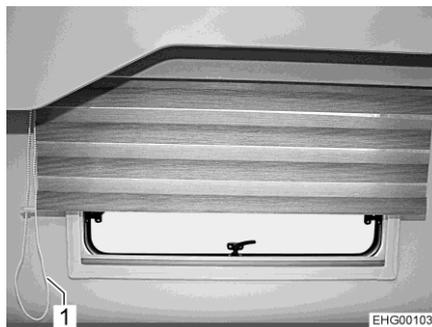

Bild 107 Vario-Rollo, Heckbereich
- An dem Strang der Ziehkette (Bild 107,1) ziehen, bis das Vario-Rollo in der gewünschten Stellung steht.